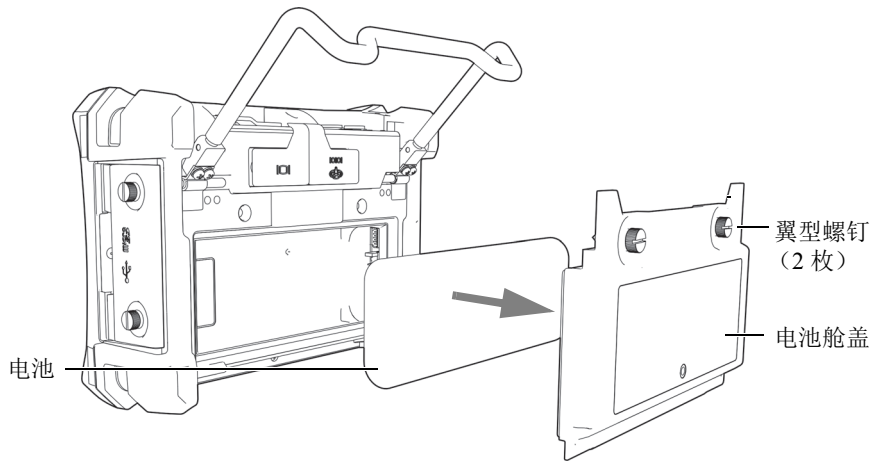

图 1-11 取下电池舱盖，取出锂离子电池
3. 如果装有锂离子电池，将其取出（参见第 23 页的图 1-11）。